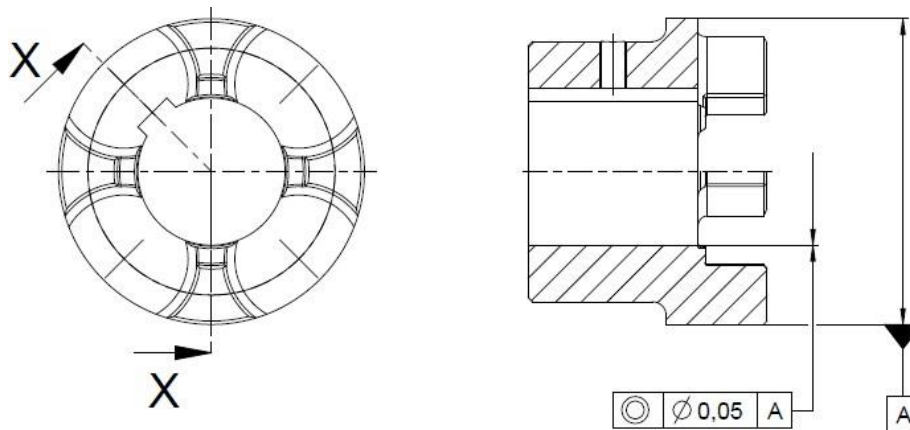

Рис. 7.3: Допуск формы и положения отверстия и положения шпоночного паза.
- соблюдались допуски по форме и положению в соответствии с DIN ISO 286 (см. рис. 7.3).
Если ступица должна иметь шпоночный паз, то его предпочтительнее изготовить между крепёжными отверстиями, как показано на рис. 7.3. Ответственность за проектирование и проверку шпоночного соединения возлагается на заказчика.